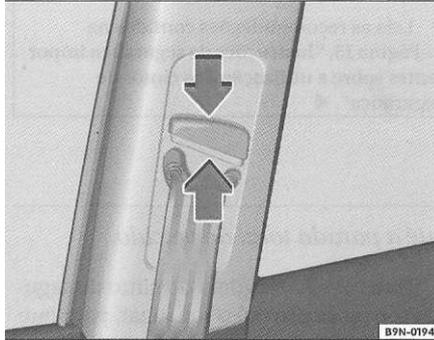

Fig. 14 Localização do regulador em altura do cinto de segurança
- Pressione o dispositivo para regular a altura ⇒ fig. 14.